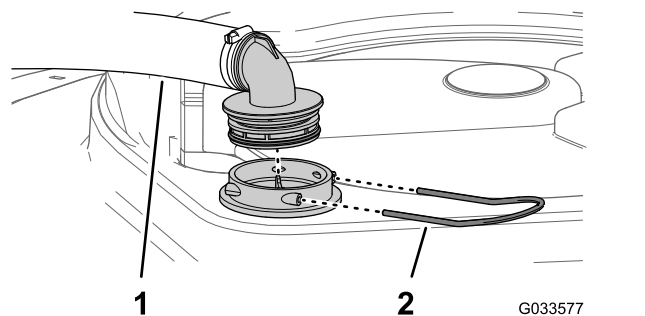

Figura 13
2. Nella parte superiore dell'irroratrice, rimuovete il fermo che fissa il raccordo del flessibile collegato al flessibile grande dall'alloggiamento del filtro (Figura 13).
3. Rimuovete il flessibile e il raccordo del flessibile dall'alloggiamento del filtro (Figura 13).